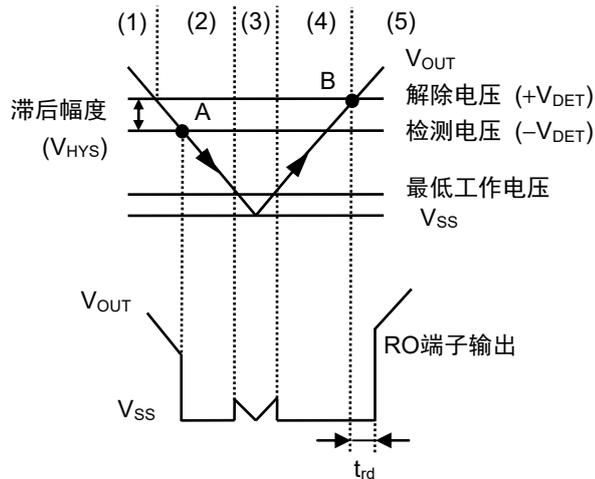

图35 检测器部分的时序图
- (1) 当稳压器的输出电压 (V_{OUT}) 大于或等于检测器的解除电压 ($+V_{DET}$) 时, N沟道晶体管 (N1, N2) 变为关, 向RO端子输出 "H"。此时, P沟道晶体管 (P1) 为开状态, 向比较器 (C1) 的输入电压为 $\frac{R_B \cdot V_{OUT}}{R_A + R_B}$ 。
- (2) 即使 V_{OUT} 降低到小于或等于 $+V_{DET}$ 时, 只要高于或等于检测电压 ($-V_{DET}$), 就能向RO端子输出 "H"。若 V_{OUT} 降低到小于或等于 $-V_{DET}$ (图35的A点) 时, 通过C1控制的N1变为开, C_{DLY} 被放电。若DLY端子电压 (V_{DLY}) 降低到小于或等于复位放电阈值电压 (V_{DRL}) 时, C2的输出段的N2变为开, 向RO端子输出 "L"。此时, P1变为关, 向C1的输入电压为 $\frac{R_B \cdot V_{OUT}}{R_A + R_B + R_C}$ 。
- (3) V_{OUT} 进一步下降, 若降低到小于或等于IC的最低工作电压时, RO端子的输出为 "H"。
- (4) 若 V_{OUT} 上升到大于或等于最低工作电压时, 向RO端子输出 "L"。此外, 在 V_{OUT} 大于 $-V_{DET}$ 且小于 $+V_{DET}$ 的情况下, 输出为 "L"。
- (5) 再继续使 V_{OUT} 上升, 若上升到大于或等于 $+V_{DET}$ (图35的B点) 时, N1变为关, C_{DLY} 被充电。若 V_{DLY} 上升到大于或等于充电阈值电压 (V_{DU}) 时, N2变为关, 向RO端子输出 "H"。